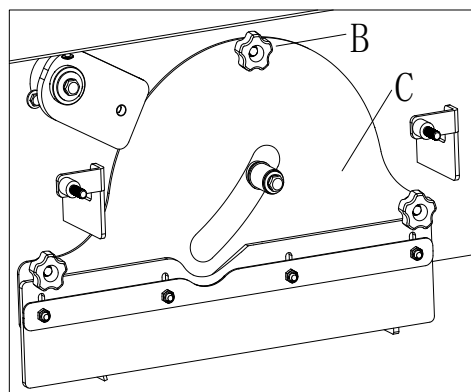

Abb. 25
11. Installieren Sie die Abdeckung des Bürstenfachs (C, Abb. 25), indem Sie die Knöpfe (B, Abb. 25) festziehen.